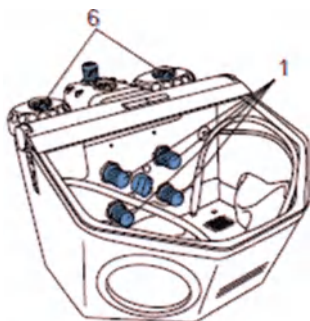

Рис.44
7. Настройка рабочего давления (рис.44)
- При помощи регулятора давления (1) установить давление в соответствующем бачке. Индикация давления производится на манометре (6).